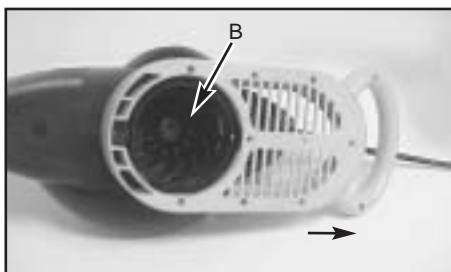

FIG.1B
2. Insert tube locking lugs into slots (B) in unit (Fig. 1B) Turn tubes clockwise to lock.(Fig. 1C)
2. Insérer les tenons de blocage dans les rainures (B) dans l'unité. (Fig. 1B) Tourner les tubes dans le sens des aiguilles d'une montre jusqu'à la position blocage. (Fig. 1C)
2. Inserte las guías del tubo dentro de las ranuras (B) de la unidad (Fig. 1B) Gire los tubos a favor de las manesillas del reloj para asegurarlos. (Fig. 1C)